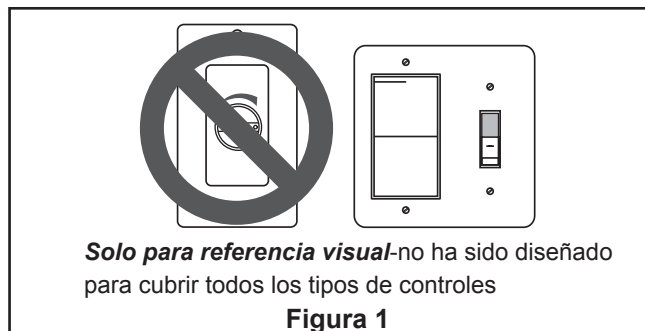

Figura 1
- ☐ 1. IMPORTANTE: El uso de un regulador de la intensidad completa (no incluido) para controlar la velocidad del ventilador dañará el dispositivo. Para reducir el riesgo de incendio o descarga eléctrica, no utilice dicho regulador para controlar la velocidad del ventilador. (Figura 1)